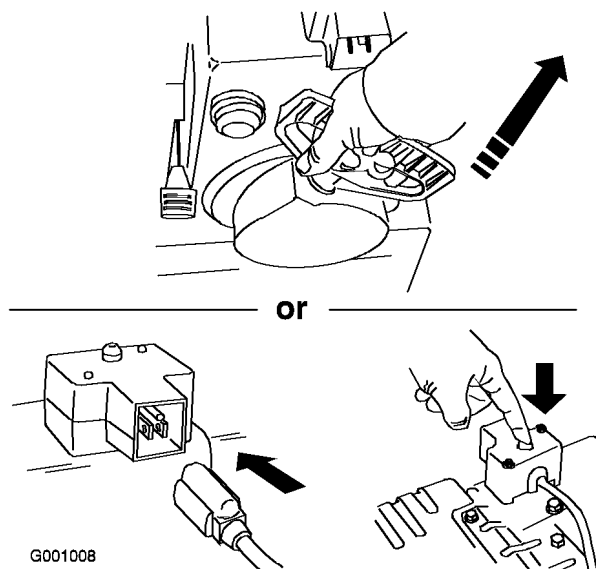

Figure 30
7. Démarrez la déneigeuse à l'aide du lanceur ou du démarreur électrique (Figure 30).